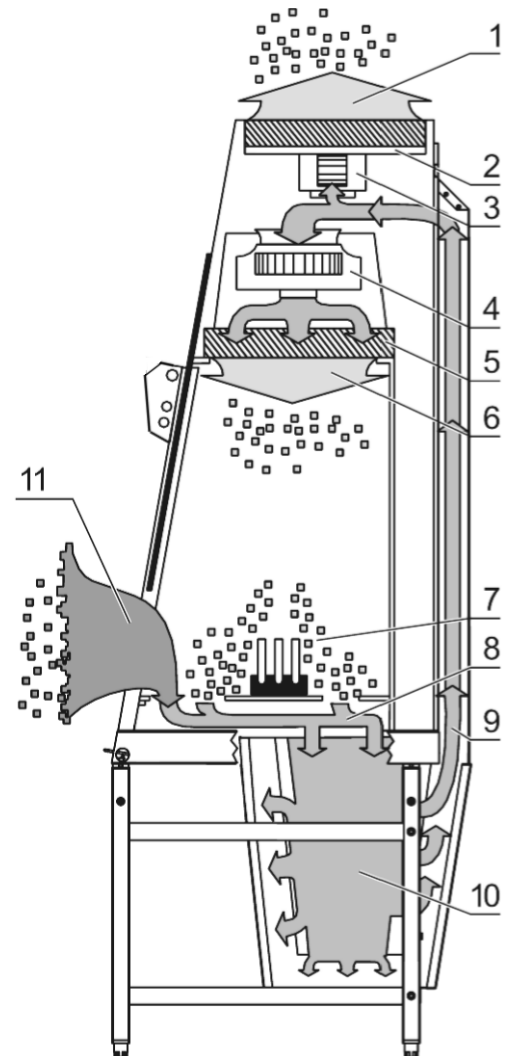

Abb. 4b
**Abb. 4b:** Das Filtersystem besteht aus einem Set von HEPA-Primärfiltern [10] (die Anzahl der Filter ist abhängig von der Nutzraumbreite) und zwei HEPA-Filtern [2] und [5] für die Geräteum- und -abluft.